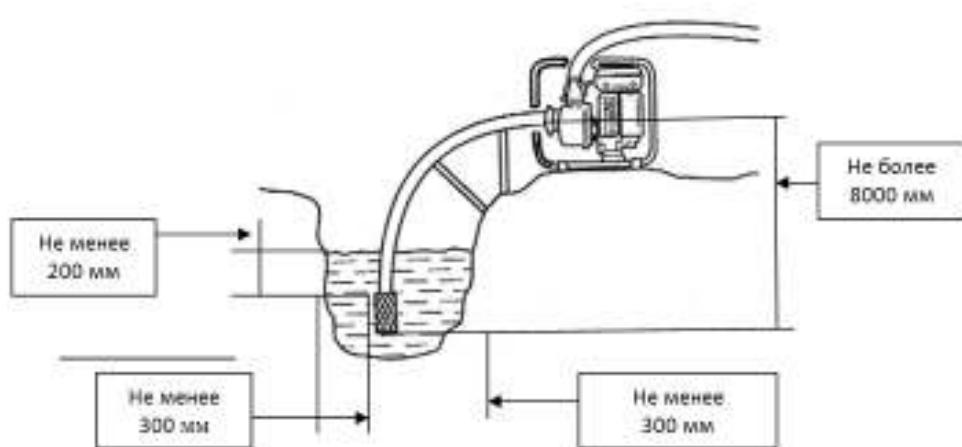

РИС.12
1. Установите мотопомпу вблизи водоема(емкости) на твердую ровную горизонтальную поверхность, опустить фильтр всасывающего рукава в водоем(емкость), обеспечив вертикальное положение фильтра и необходимые расстояния, как показано на рис. 12.